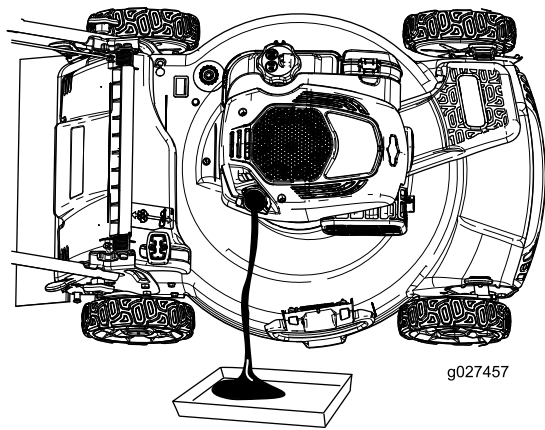

図 27
4. エアフィルタが下になるように機体を横に傾けて、エンジンオイル補給口からエンジンオイルを抜く 図 27。